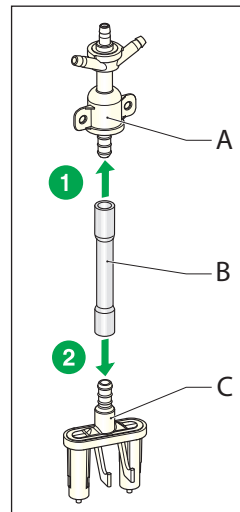

Fig. 3
- 1 Séparer les pièces A et B du distributeur à lait. (Fig. 3)
- 2 Séparer les pièces B et C du distributeur à lait. (Fig. 3)